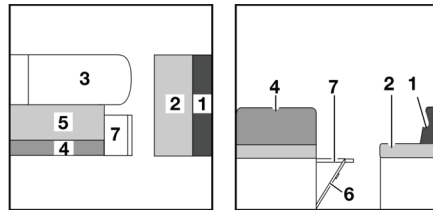

Bild 160 Während des Umbaus
- Sitzbankverlängerung (Bild 160,7) nach oben klappen und mit Klappe verkeilen.
- Das Sitzpolster (Bild 160,2) der Längssitzbank zur Mitte ziehen.
- Das Rückenpolster (Bild 160,1) der Längssitzbank zwischen das Sitzpolster und die Wand legen.
- Das Sitzpolster (Bild 160,5) nach vorn auf den Tisch ziehen.
- Das Rückenpolster (Bild 160,4) abnehmen und beiseite legen.